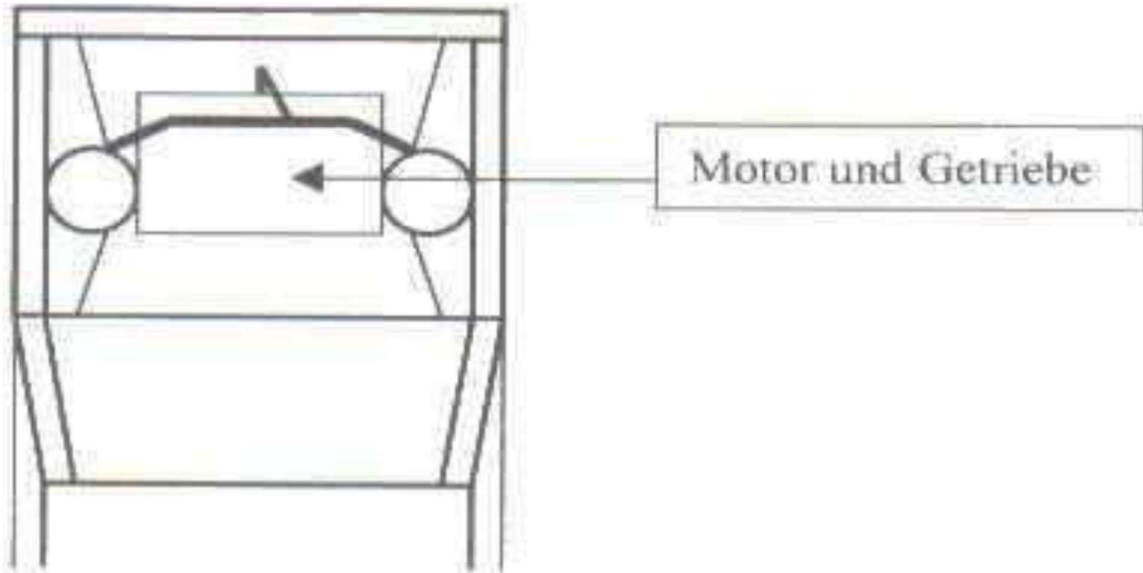

Bild 8
- Eine Federbeinverstärkung (Domstrebe) zwischen den oberen Federbeinbefestigungen aus maximal dem gleichen Material des Käfigs darf verbaut werden. **An der Domstrebe muss im vorderen Bereich auch eine Motorabstützung angebracht werden.** Diese Abstützung darf jedoch nicht über das vordere Motorende hinausragen und darf nicht in die Kotflügelkanten gezogen werden (Siehe Bild 8).